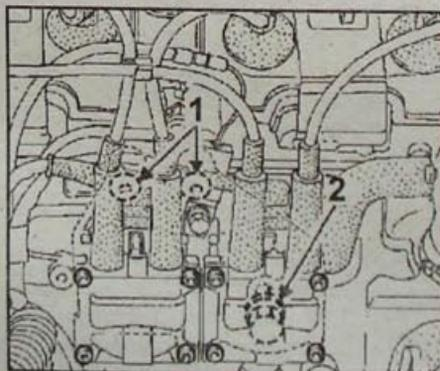

Рис. 1.42. Расположение болтов (1 и 2) крепления кронштейна катушки зажигания
- Отвинтите два болта (1, рис. 1.42) и ослабьте болт (2) крепления кронштейна катушки зажигания и протолкните кронштейн вниз.